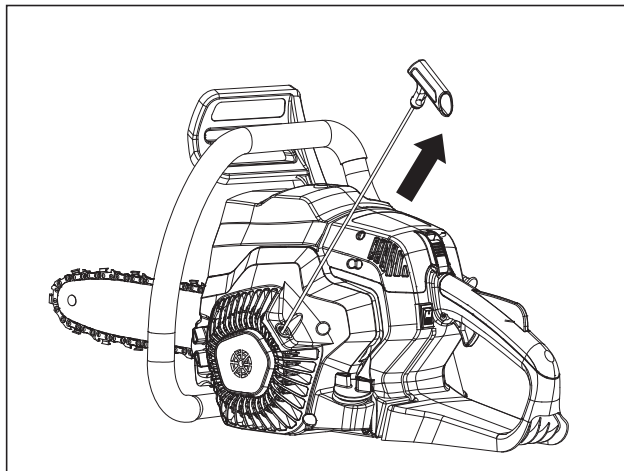

Fig. 8
4. Sujete el producto firmemente con la mano izquierda en el asa anterior y con el pie derecho sobre el protector trasero y sin tocar el gatillo de aceleración; jale el mango y la cuerda de arranque hasta que el motor intente arrancar 5 veces (Fig. 8).